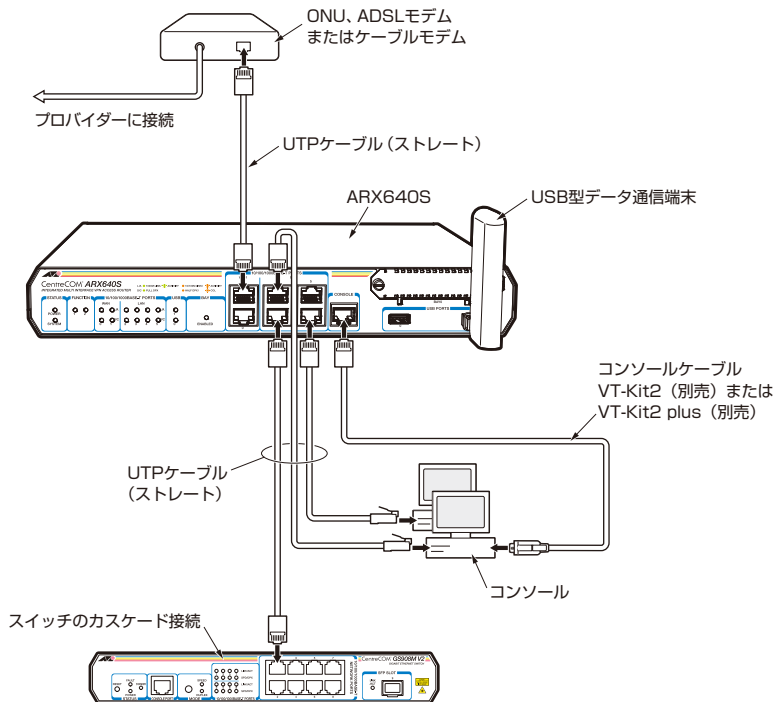

図 2.3.1 ブロードバンド系サービスを利用する場合の接続例
- 1 UTPケーブルのプラグを WAN ポートに挿入して、カチッと音がするまで差し込んでください (図 2.3.1、p.26)。
- 1 UTPケーブルのプラグを LAN ポートに挿入して、カチッと音がするまで差し込んでください (図 2.3.1、p.26)。
- 1 UTPケーブルのプラグを LAN ポートに挿入して、カチッと音がするまで差し込んでください (図 2.3.1、p.26)。どの LAN ポートでもかまいません。